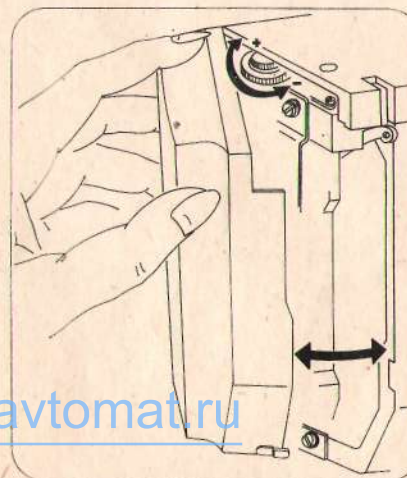

рис. 17
15. Открытие фронтальной крышки и установка нажима лапки (рис. 17)